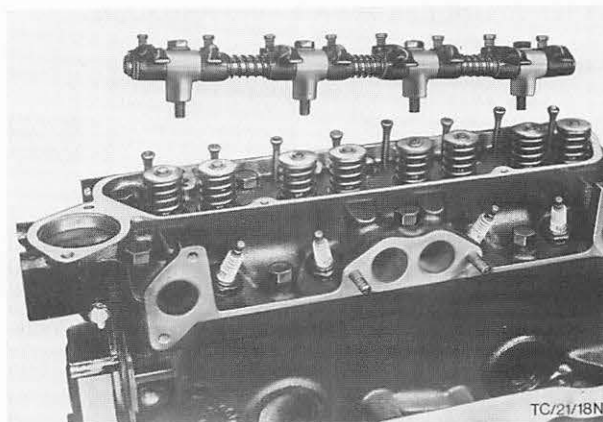
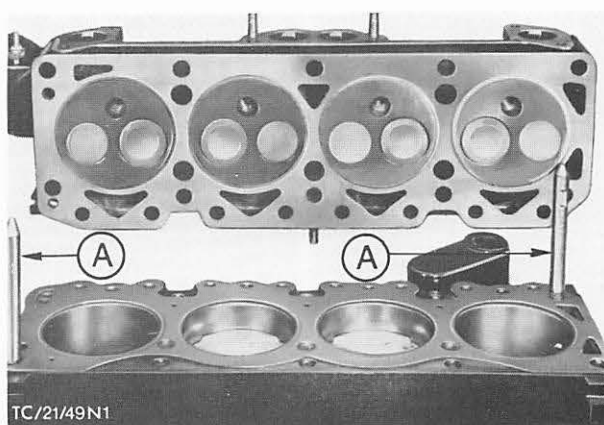
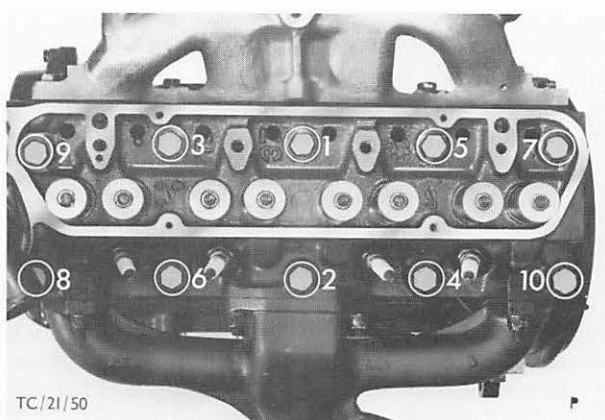

Abb. 183 Kipphebelachse entfernen
Abb. 184 Zylinderkopf aufsetzen
Abb. 185 Anzugsreihenfolge – Zylinderkopf
7. Zündkerzen herausdrehen. Zylinderkopfhaube und Kipphebelachse, Abb. 183 (je 4 Schrauben) abbauen. Stößelstangen herausnehmen und Zylinderkopfschrauben in umgekehrter Reihenfolge wie beim Festdrehen lösen, (Anzugsreihenfolge siehe Abb. 185).
9. Zylinderkopf aufsetzen, Abb. 184, und Schrauben etwas beidrehen. Beide Zentrierbolzen gegen die restlichen zwei Schrauben austauschen. Zylinderkopf mit vorgeschriebenem Drehmoment in vier Stufen (siehe Techn. Daten) nach Schema, Abb. 185, mit Spezialwerkzeug 21-034 festziehen.